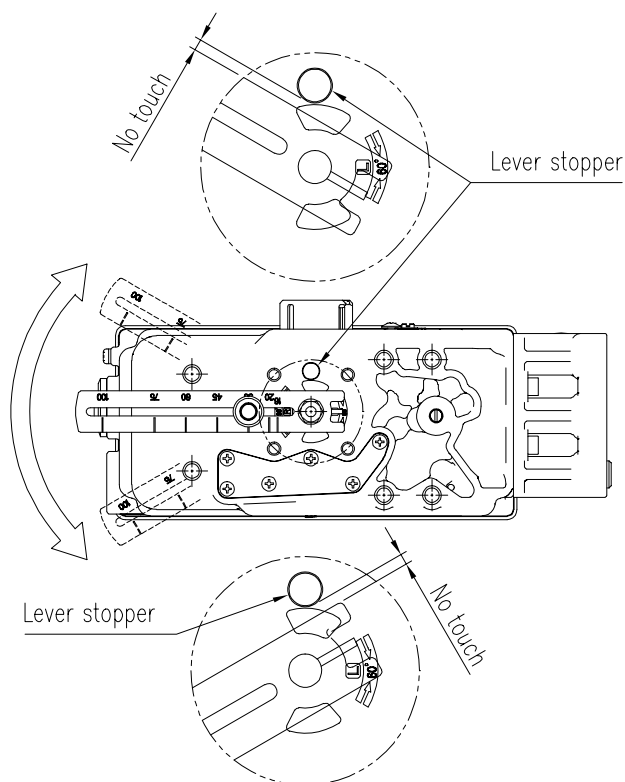

图3-15: YT-3300L / 3350L反馈杆不得触及阀门行程0% ~ 100%处的止动件。
- 8) 安装定位器后，对执行器供给空气，然后操作阀门从行程0 %移动至100 %。反馈杆在行程0 %和100 %位置不得触碰定位器后侧的反馈杆止动件。若反馈杆触及止动件，应移动适配器固定座或者将反馈杆适配器进一步移离定位器主轴。参见图3-15。